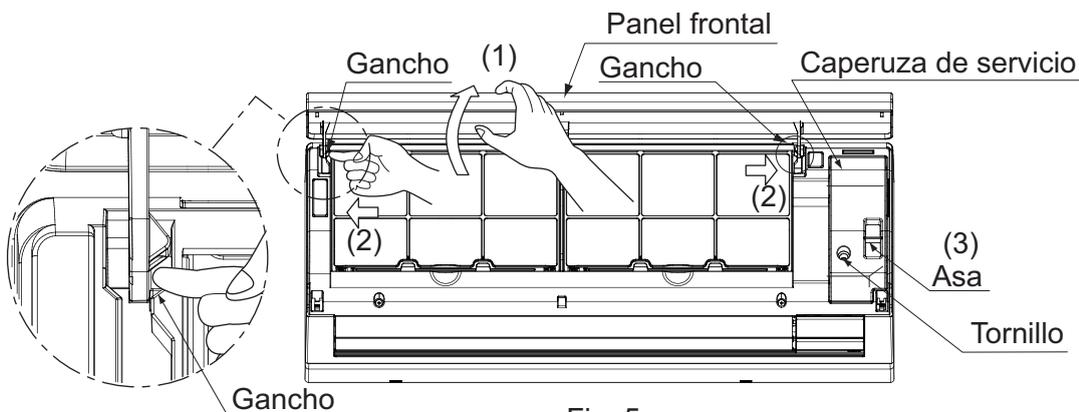

Fig. 5
**(4) Retire el panel frontal y la tapa de servicio. (Refiérase a la Fig. 5)**